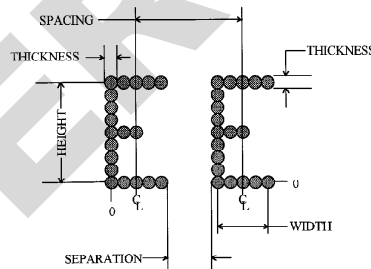
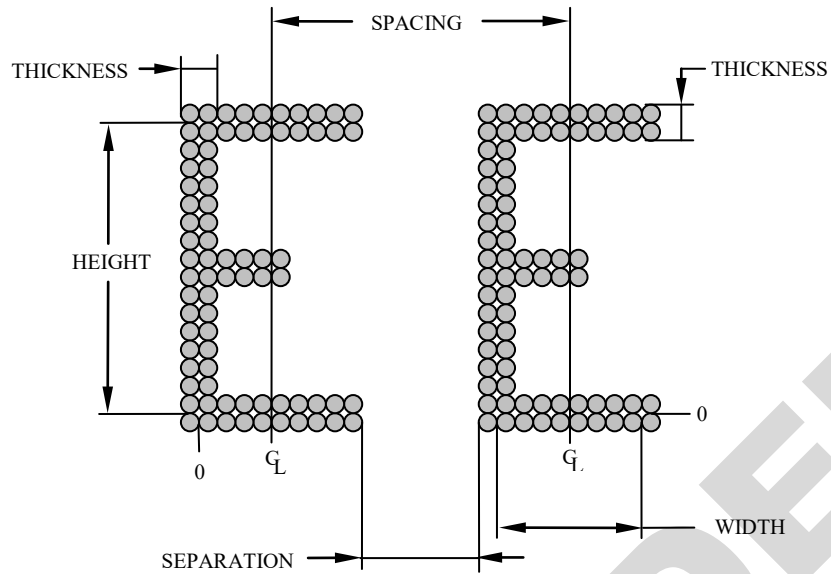

図 1
図 2
5.1 キャラクタを書くにはドットマトリクス法を使用する。最小マトリクスは図 1 に描かれているように、横 5 つ、縦 9 つのドットである。実線になるまで、さらに多くのドットを使用できる。
注 1 可読性の向上のためには倍密度が望ましい。倍密度の一例を図 2 に示す。
注 2 ウェーハの破損が増えるため、実線は推奨されていない基板もある (例えば, GaAs, InP および InSb)。キャラクタ寸法および間隔 — 表 1, 表 2, 図 1, 図 2 を参照のこと。
5.2 キャラクタ寸法および間隔 — 表 1, 表 2, 図 1, 図 2 を参照のこと。
5.2.1 単密度キャラクタ — 図 1 は、水平方向に 5 ドット、垂直方向に 9 ドットのドットマトリクスを用いた、単密度モードの SEMI OCR フォントを示す。
5.2.2 倍密度キャラクタ — 図 2 は、水平方向に 10 ドット、垂直方向に 18 ドットのドットマトリクスを用いた、倍密度モードの SEMI OCR フォントを示す。